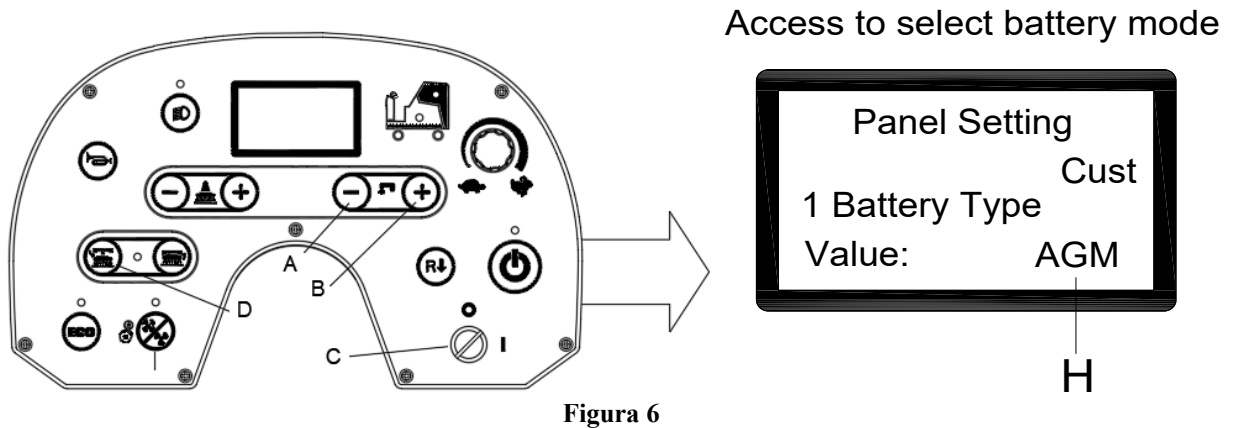

Figura 6
1. Pressione o botão de fluxo de água "-" (A, Figura 6) e "+" (B, Figura 6) ao mesmo tempo.
2. Introduza a chave de ignição (C, Figura 6) e posicione-a em "I".
3. Alguns segundos depois, entrar no ecrã de seleção do modo de bateria (Figura 6).
4. Pressione os botões de fluxo de água "-" (A, Figura 6) e "+" (B, Figura 6) para selecionar o modo de bateria (H, Figura 6).
5. Pressione o botão de libertação (D, Figura 6), 3 segundos depois é visualizado "Atualização OK" que significa que a configuração foi bem-sucedida; reiniciar a máquina. (C, Figura 6).